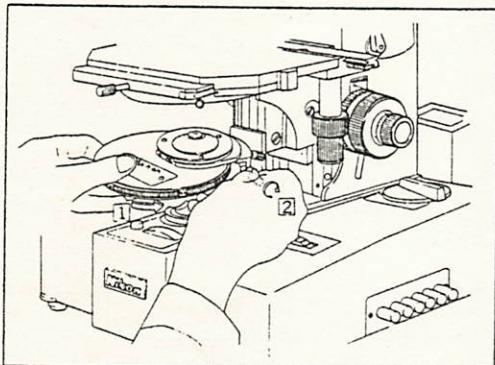

図 29
④レボルバ全体を回転させて、落込み溝にピンを落ち込ませ、回転しない位置でクランプを確實に行います。
(2) ターレットコンデンサの取付け
- ①コンデンサキャリアのクランプねじを緩めて、コンデンサキャリア全体を外します。
- ②位相差ターレットコンデンサ部を取り付けアリにかぶせるようにして、図29のように取り付け、クランプねじで締め付けて固定します。